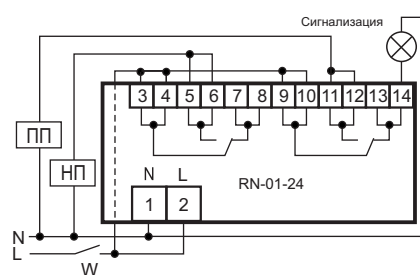

Рис.2 Схема подключения нагрузок до 5кВт на канал к устройству
8.2. Если суммарная мощность нагрузок не превышает 10кВт (по 5кВт на каждую цепь), подключите нагрузку (приоритетный и неприоритетный потребитель) к изделию согласно рис.2. Для этого используйте одножильный или многожильный провод с двойной или усиленной изоляцией сечением, соответствующим мощности нагрузки. Переменное фазное напряжение 220 В, 50 Гц подается на контакт 2 изделия и на замыкающие контакты, при этом фазный провод проходит через отверстие в корпусе устройства и подключается к контактам 3,4,9,10 устройства. Напряжение может подаваться через выключатель **W** или напрямую.